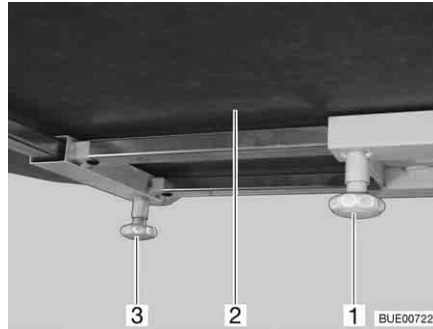

Bild 98 Tischplatte verschieben (Alternative)
- Rändelschraube (Bild 98,1) lösen.
- Tischplatte (Bild 98,2) in gewünschte Position schieben.
- Rändelschraube (Bild 98,3) lösen.